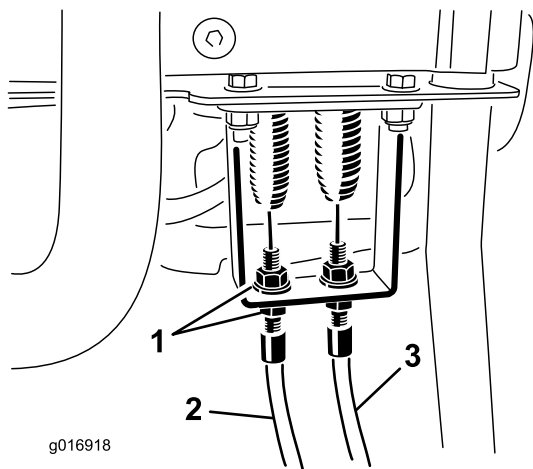
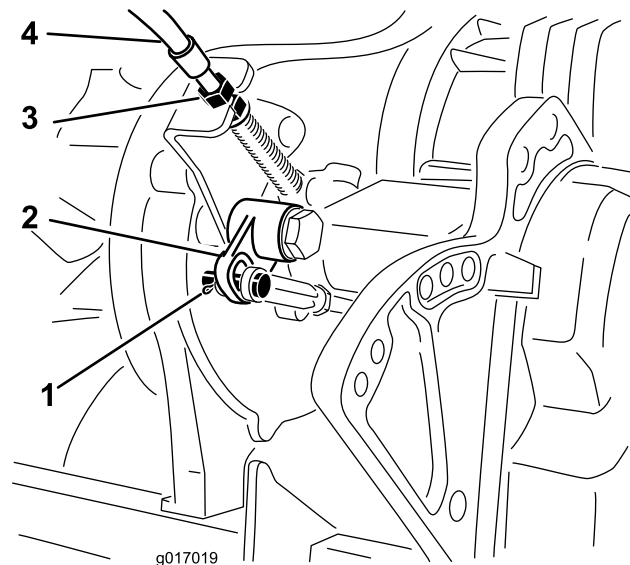

Рисунок 45
Рисунок 46
2. Проверьте наличие слабину в тросике управления тягой у пружины растяжения (Рисунок 45). При наличии слабину отрегулируйте зажимную гайку на переходнике (Рисунок 46) для устранения слабину тросика без растяжения пружины.
7. У переходника трансмиссии (Рисунок 46) отрегулируйте зажимные гайки тросика так, чтобы уменьшить расстояние до изогнутого рычага в соответствии с предыдущим изменением.
8. Во время регулировки тросика у переходника пульты управления отрегулируйте зажимные гайки тросика так, чтобы устранить всю слабину тросика, не растягивая пружину (Рисунок 45).
3. На переходнике рукоятки управления ослабляйте тросик управления барабаном, пока на нем не появится слабина (Рисунок 45).